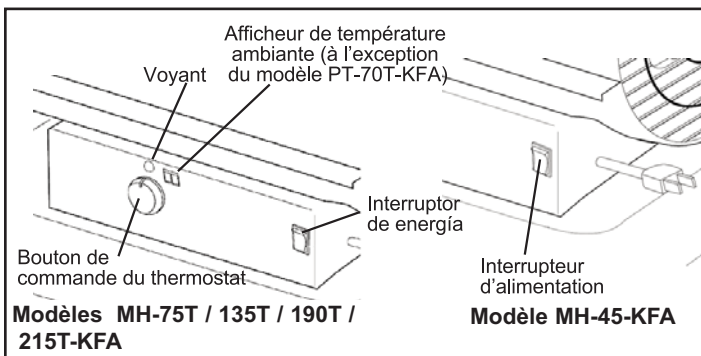

Figure 9. Panneau de commande pour tous les modèles
4. Tourner le bouton de commande du thermostat au réglage de température désiré (75/135/190/215 seulement). La plage de réglage de température est comprise entre 4,44° C à 43,3°9 (40° F à 110°F). Placer l'interrupteur d'alimentation à la position de marche (ON) (voir figure 9).